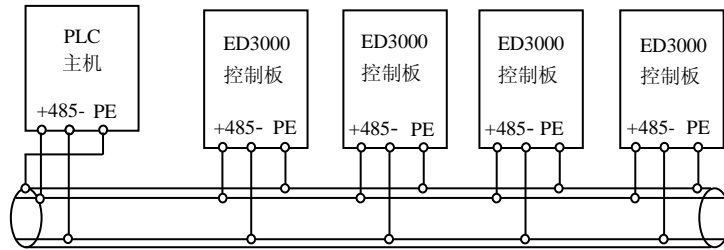
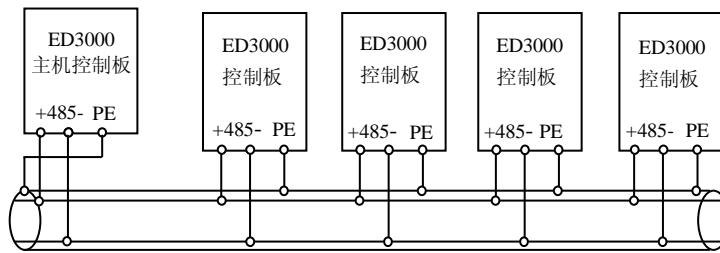

图 3-12 PLC 与变频器多机通信时的接线图(变频器、电机全部良好接地)
图 3-13 变频器多机通信时的接线图(变频器、电机全部良好接地)
- (3) 多台变频器可通过 RS485 连接在一起，由 PLC（或上位机）作主机控制，如图 3-12 所示，也可以其中一台变频器作主机，其它变频器作从机，如图 3-13 所示。随着连接台数的增加，通讯系统越容易受到干扰，建议按如下方式接线：